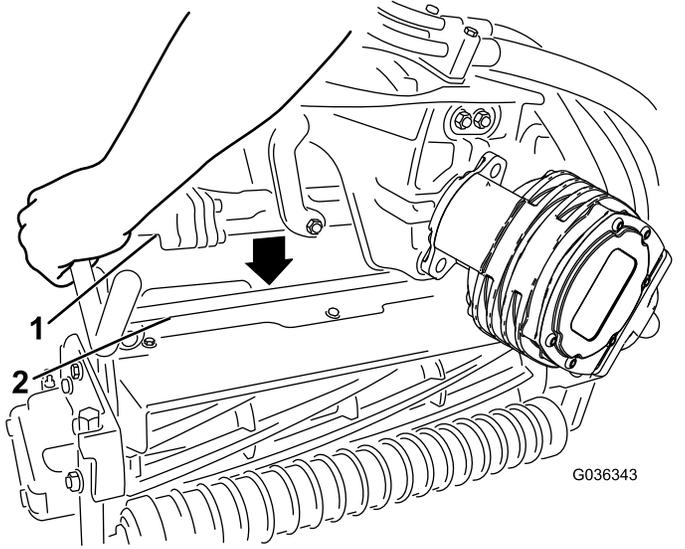

图51
6. 在滚刀组马达的花键轴上涂抹干净的润滑脂（图51）。
7. 将马达插入滚刀组左侧（从操作员的位置看），并将滚刀组上的马达固定架拉向马达，直到听见马达两侧发出“咔哒”的声音（图51）。